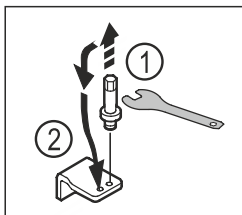

Fig. 21
- ▶ Kierrä alemman laakerijalustan pultit ulos SW5-ulkokuusioavaimella. Fig. 21 (1)
- ▶ Aseta pultit vastapäiselle puolelle. Fig. 21 (2)